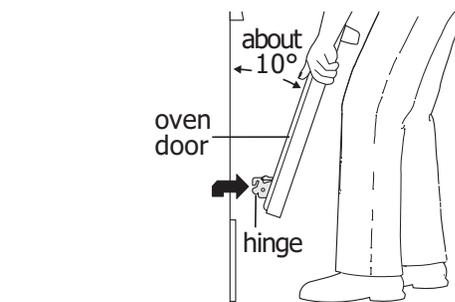
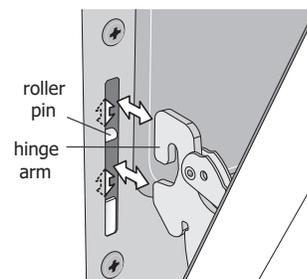

Figura 11: Sujeción de la puerta para su extracción
Figura 12: Colocación y ubicación del brazo de la bisagra y el pasador de rotación
3. Sostenga firmemente ambos lados de la puerta del horno en sus costados. No levante la puerta del horno por la manija (consulte la Figura 11).
4. Cierre la puerta aproximadamente a 10 grados del marco de la puerta (consulte la Figura 11).
5. Levante los brazos de las bisagras de la puerta sobre los pasadores de rotación ubicados a cada lado del marco del horno (consulte la Figura 12).
1. Sostenga firmemente ambos lados de la puerta del horno en sus costados. No levante la puerta del horno por la manija (consulte la Figura 11).
2. Sosteniendo la puerta en el mismo ángulo de extracción, coloque el gancho del brazo de la bisagra sobre los pasadores de rotación ubicados a cada lado del marco de la puerta (consulte la Figura 11 y la Figura 12). El gancho de los brazos de las bisagras debe estar completamente asentado sobre los pasadores de rotación.